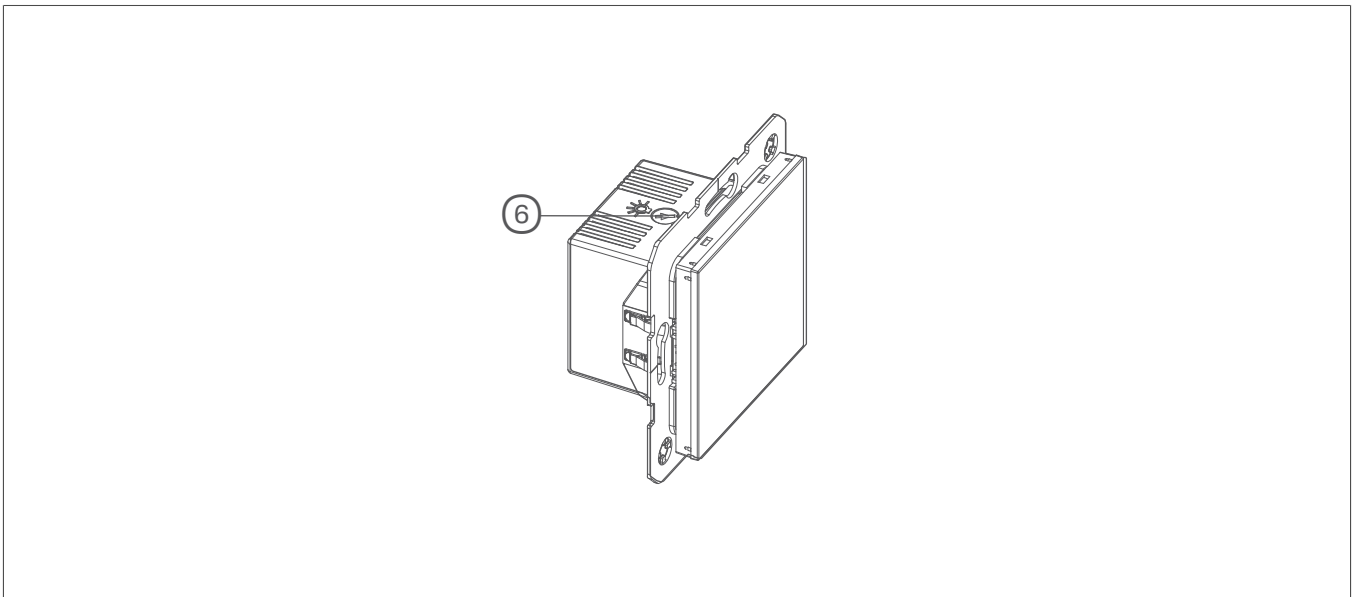

Fig. 5: Regolazione della luminosità
Nello stato di fabbrica, il potenziometro (Fig. 5, (6)) è impostato alla luminosità massima.
- ① Disattivare la tensione di rete.
- ② Estrarre il pezzo centrale (5) dall'anello di supporto.
- ③ Rimuovere la (2) cornice di finitura.
- ④ Sganciare l'anello di supporto dalla scatola a muro.
- ⑤ Estrarre l'inserto (1) dalla scatola da incasso.
- ⑥ Regolare il potenziometro (6) (Fig. 5).
- ⑦ Reinserire l'inserto nella scatola a muro e avvitare saldamente l'anello di supporto.
- ⑧ Posizionare la cornice di finitura (2) sull'anello di supporto dell'inserto.
- ⑨ Inserire il (5) pezzo centrale.
- ⑩ Fornire la tensione di rete.